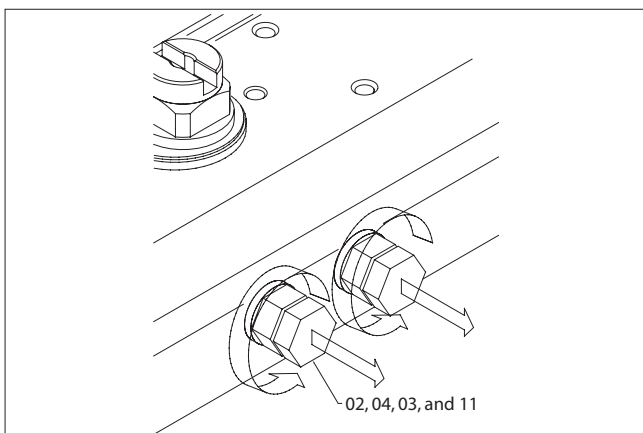

Figure 4.
- B. Soulevez l'indicateur de position (19) de l'arbre ; il peut être nécessaire de faire légèrement levier avec un tournevis.
2. Dépose des vis de réglage de butée (02), (Figure 4) :
- A. Retirez les vis de réglage de butée (02) ainsi que l'écrou (04) et la rondelle (03).